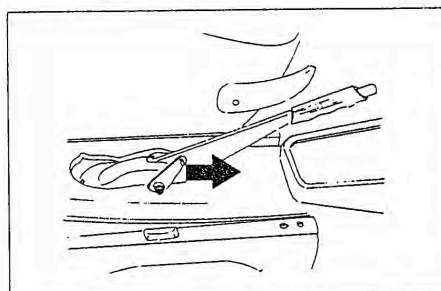

Bild 359
- Die Züge soweit nach vorne ziehen, bis der Hebel am Anschlag liegt (Bild 359).